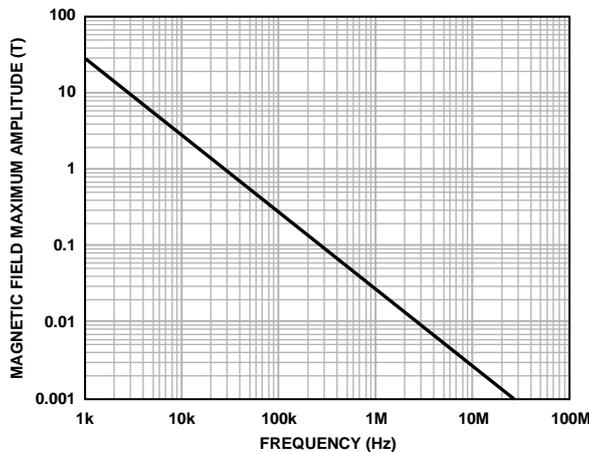

図 105. 最大許容外部磁界
ADE7933/ADE7932 の受信側コイルの形状が与えられ、誘導電圧がデコーダのマージン 0.5V の最大 50% であるとする、図 105 および式 54 に示すように最大許容磁界 (B) を計算できます。